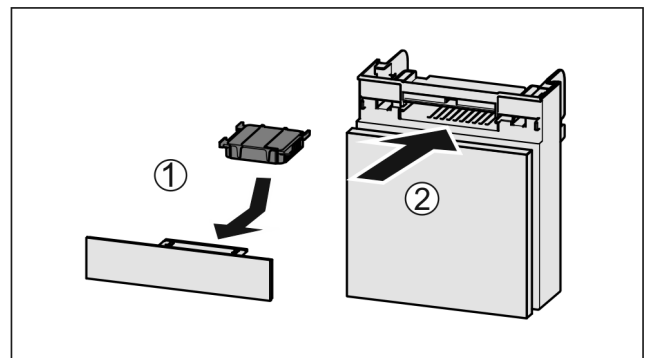

Fig. 35
- ▶ Introduzca el compartimiento Fig. 35 (2).